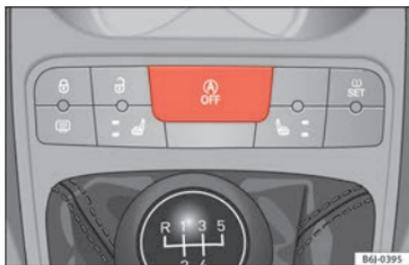

Fig. 141 Dettaglio del pulsante della modalità Start-Stop.
- Premere il tasto  »» **fig. 141** situato sulla console centrale. Quando si disattiva la modalità Start-Stop si accende la spia.
- Premere il tasto  »» **fig. 141** situato sulla console centrale. La spia si spegne.